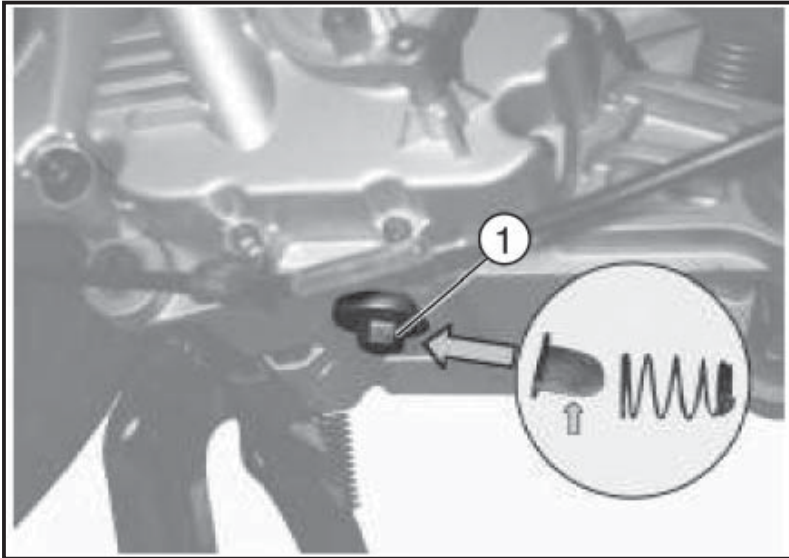

Abb. 01
AUSTAUSCH (Abb. 01)
- Die Ablassschraube «1 - Abb. 01» lösen, die Feder und den Netzfilter auffangen und das Öl in einen Behälter mit ausreichender Kapazität leeren; den Patronenölfilter abnehmen «2 - Abb. 02» und durch einen neuen ersetzen.